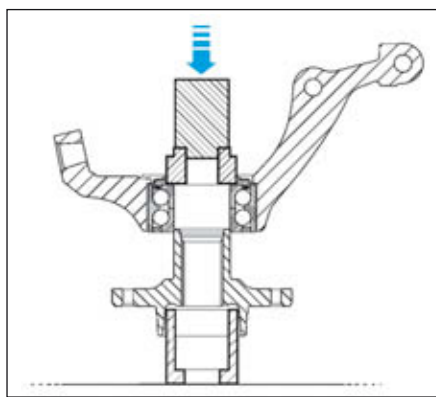

FIG.17
- engager le pivot sur le moyeu à l'aide d'un mandrin de 57 mm de diamètre extérieur (Fig.17),